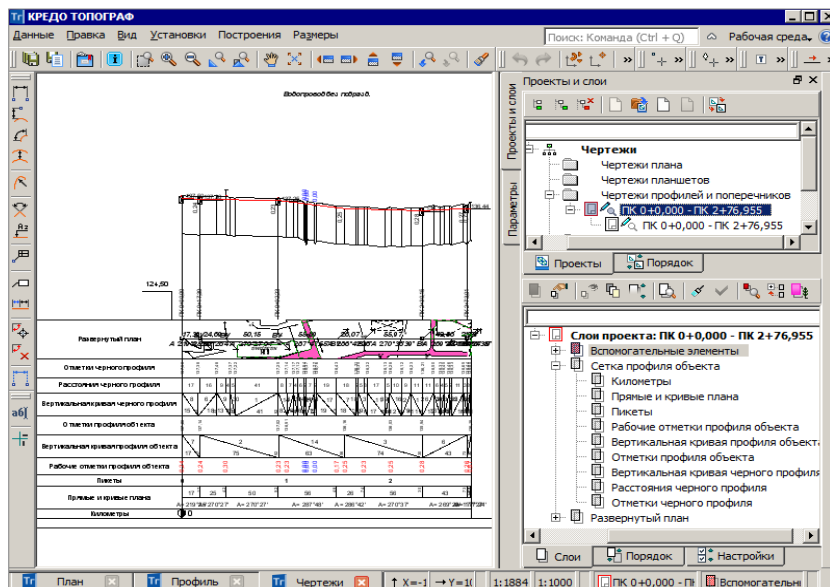

Рис. 11.14
В окне **Чертежная модель** создается определенная структура фиксированных узлов (рис. 11.14), в которых автоматически размещаются все создаваемые чертежи в виде самостоятельных проектов типа **Чертеж**.
**перечников** (рис. 11.14). Они размещены в двух уровнях. Проект первого уровня хранит информацию по сетке профиля и шаблону чертежа, проект второго уровня – данные по продольному профилю.